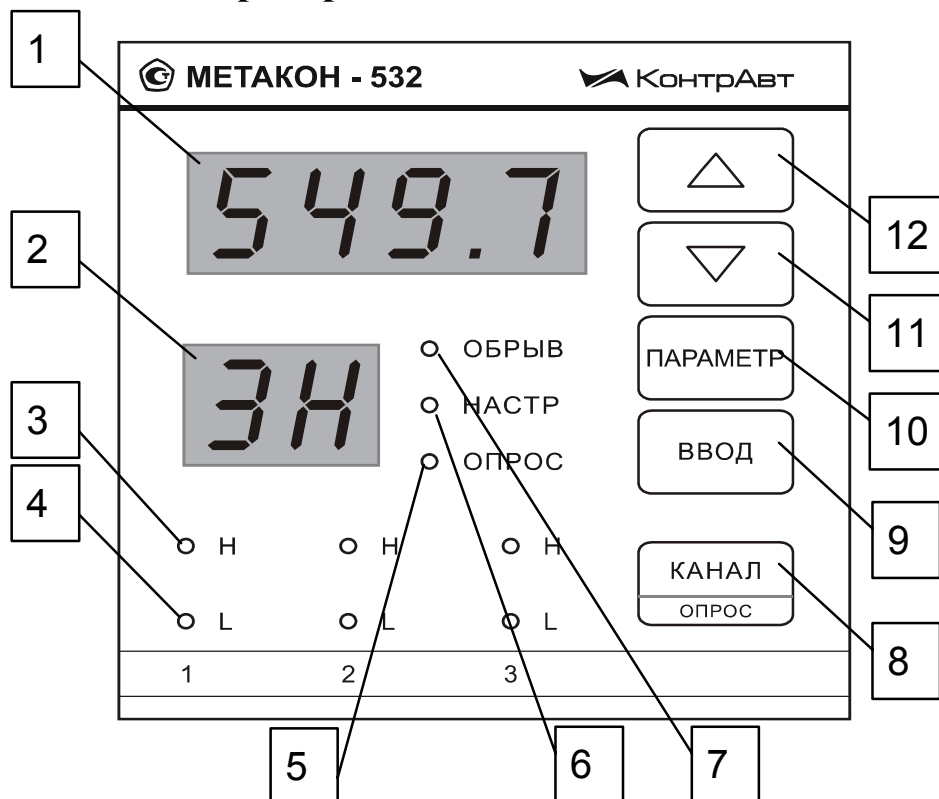

Рис. 5.1.1
3.6.5. Зона возврата  $\Delta$  для функций 5, 6, 7 и 8 фиксирована, и равна двум значениям младшего разряда измерительного индикатора **1** (см. рис. 5.1.1).
В табл.5.2.1 перечислено назначение органов индикации и управления согласно нумерации рис. 5.1.1.
- путем повторного нажатия кнопки **ПАРАМЕТР** выбирается мнемонический код параметра, значение которого необходимо просмотреть или изменить; код параметра отображается на индикаторе **2**, его значение на индикаторе **1** (рис. 5.1.1); для переключения номера канала в меню **РАБОТА** дополнительно используется кнопка **КАНАЛ ОПРОС** ;